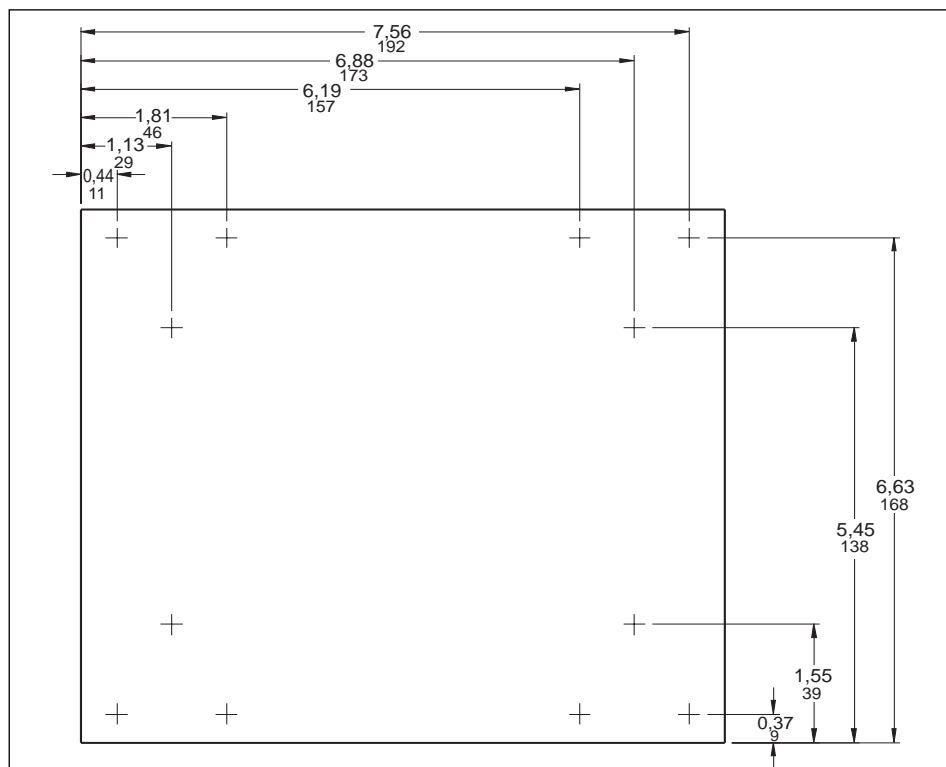

Figura 4-3: Montaje elevado: Agujeros de los soportes en L
1. Taladre agujeros para sujetar los soportes a la superficie deseada. Consulte las dimensiones en la figura 4-3.